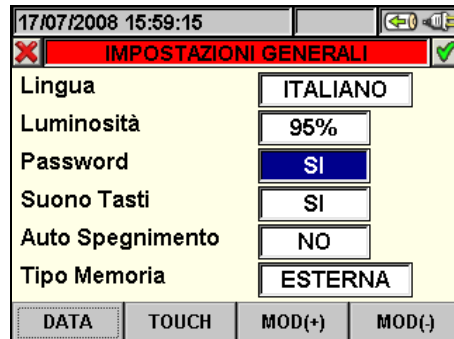

Fig. 12: Videata Impostazione Password di protezione
1. Posizionare il cursore con i tasti freccia alto o basso sul campo corrispondente alla voce "Password" evidenziandolo su sfondo blu, come mostrato in Fig. 12: